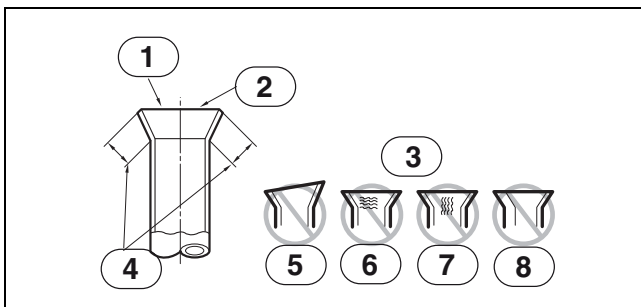

Fig. 20
- Sammenlign nippelforbindelserne med illustrationerne (→ fig. 20).